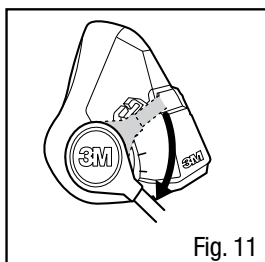

Fig. 11
2. Dê um 1/4 de giro em cada tubo da traquéia no sentido horário até que se fixe selado em cada baioneta e não possa mais girar (Figs. 11 e 12). Não gire com força excessiva, pois o encaixe baioneta pode se danificar. Mostrados 3M SA-1500/SA-2500.